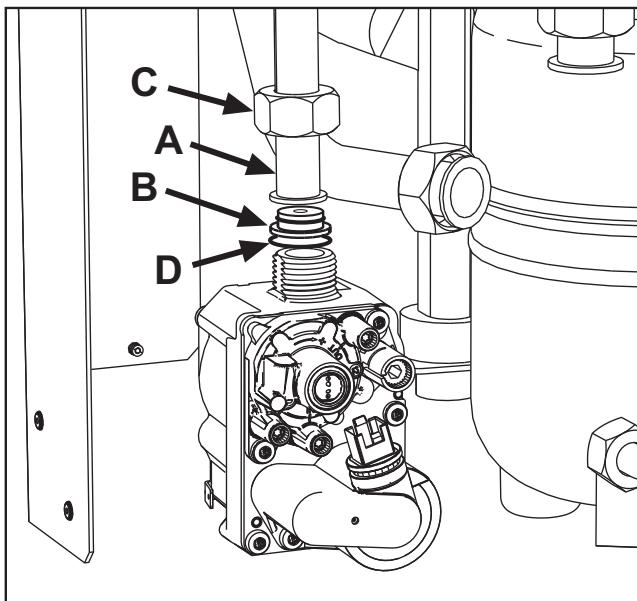

fig. 22
3. Desurubați piulița C și scoateți tubul de gaz A de pe valva de gaz (vezi fig. 22).
4. Înlocuiți duza B introdusă pe tubul de gaz cu cea aflată în kitul de transformare, întăritând garnitura D (vezi fig. 22).